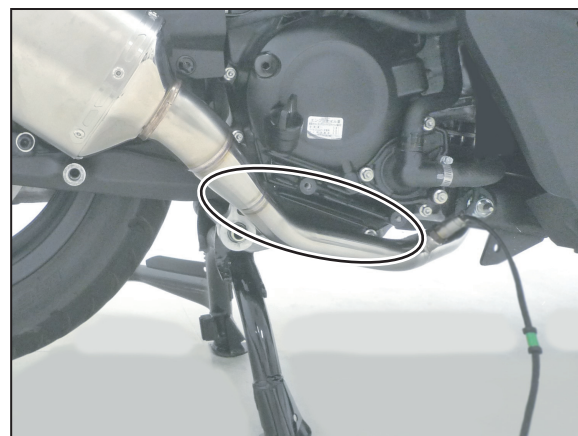

FIG. 16
11. マフラーと車両が干渉していない事を確認して下さい。干渉している場合はエキゾーストパイプ、サイレンサーステーを留めるボルト・ナットを緩め、干渉しない位置に再度調整して下さい。(FIG. 16参照)